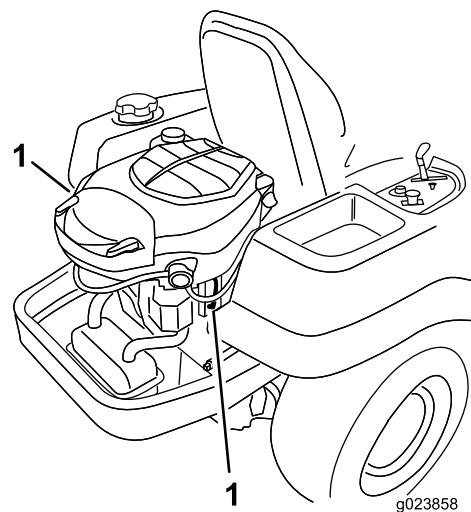

Figura 32
2. Antes de cambiar la(s) bujía(s), limpie la base del tapón para que no entren residuos y suciedad en el motor. Desconecte el cable de la(s) bujía(s) (Figura 32).
3. Conecte el cable a la bujía (Figura 32).